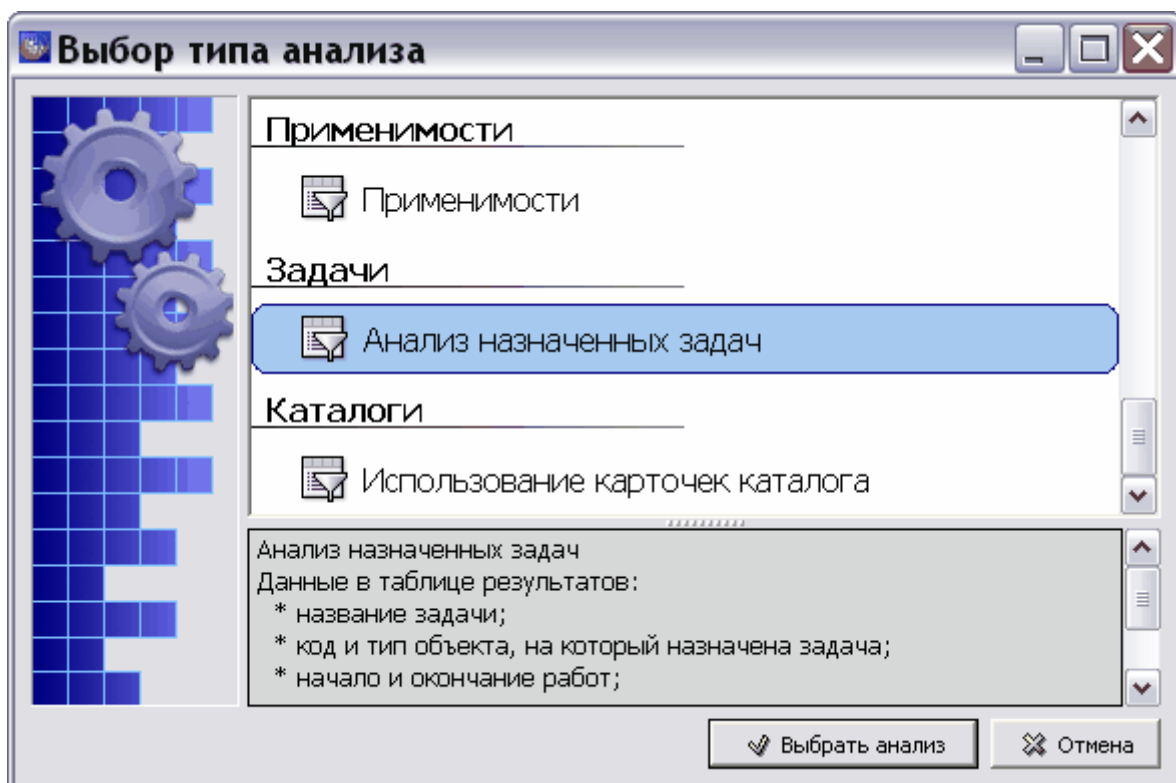

Рис. 8.217
1. В окне **Выбор типа анализа** выберите тип анализа «Анализ назначенных задач» (Рис. 8.217).